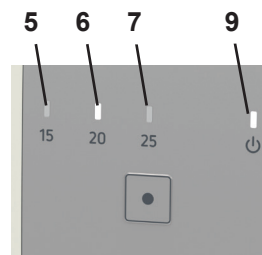

Fig. 4
- ♦ La spia di funzionamento verde (9, Fig 4) lampeggia velocemente.
- ♦ La spia gialla del valore di soglia impostato si accende (5, 6, 7, Fig 4).
- ♦ La spia di funzionamento verde (9, Fig. 4) si illumina.
La rispettiva spia (5, 6, 7, Fig. 4) rimane accesa per tutto il tempo in cui la portata volumetrica rimane superiore al valore di soglia impostato